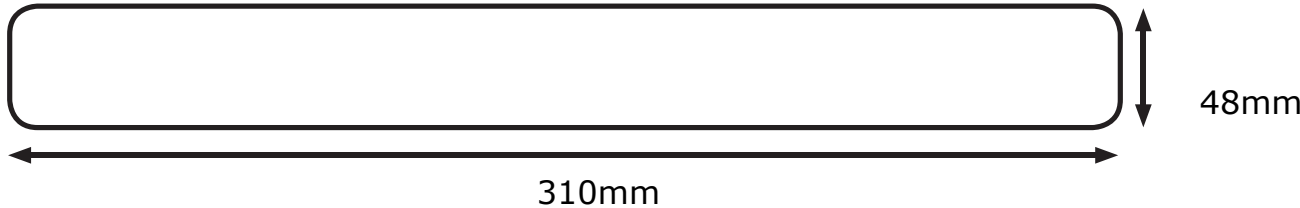

FIG1
- Corte una abertura adecuada en el techo según los detalles de corte en la Fig. 1, asegurándose de que no infrinja cables eléctricos, tuberías de agua / gas o vigas del techo.